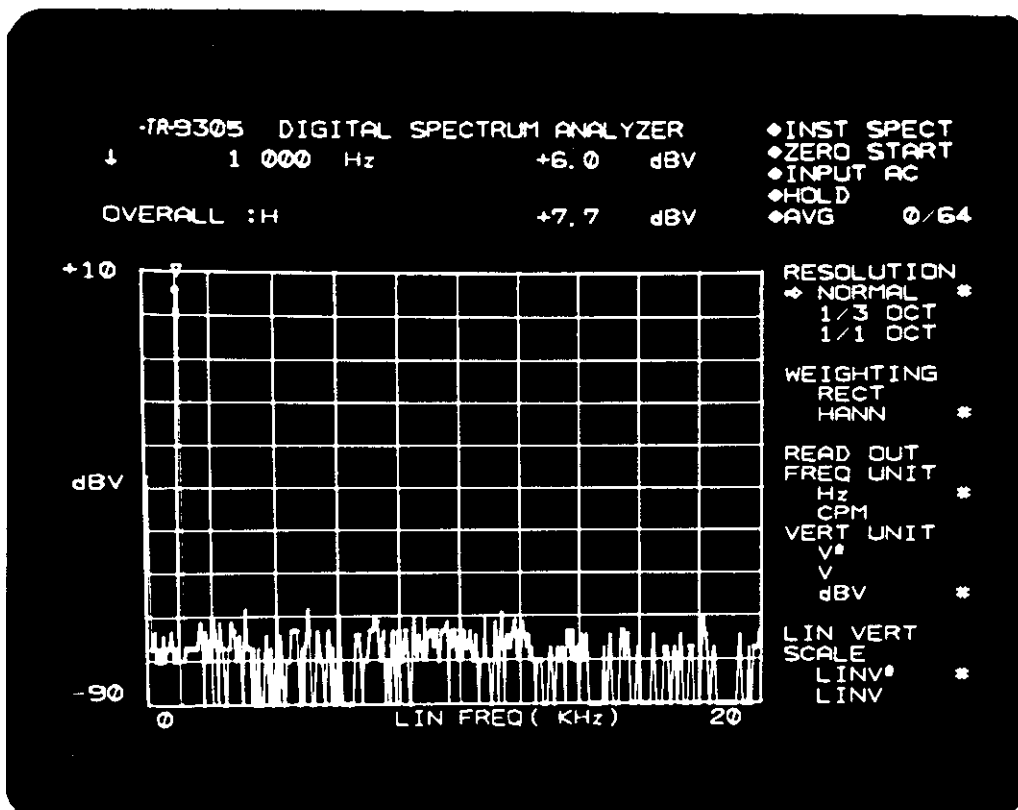

図6-14 騒音計のCAL. 信号
- ② 騒音計のキャリブレーション信号に応じた周波数レンジを設定します。
③ 「**VIEW**」セクションの **INST. SPECT.** スイッチを押してスペクトラムを表示させます。〔図 6-14〕